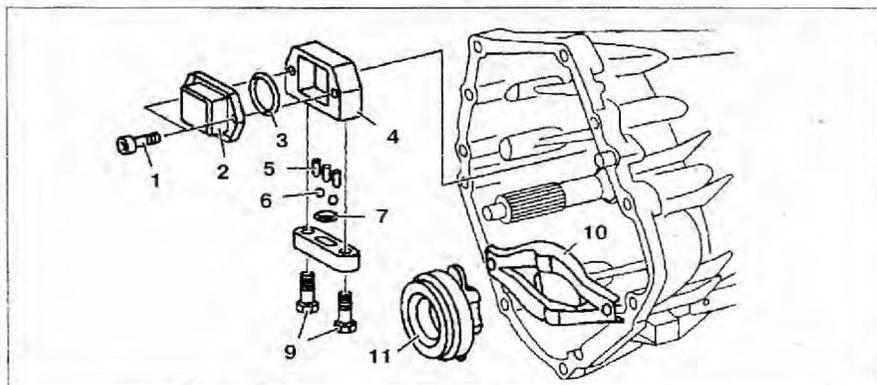

Рис. 4.9. Направляющая плита вилок переключения передач:
2. Снимите рычаг **10** и подшипник **11** выключения сцепления (рис. 4.9).